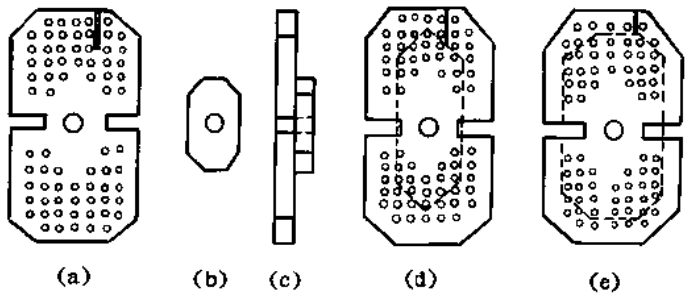

图 1-10 小型活络式绕线模
(2) 小型活络式线模 绕小型电机绕组元件常采用小型活络式线模。这种线模更换模芯方便;所以这种小型活络式线模使用比较广泛。其结构形态如图 1-10 所示。